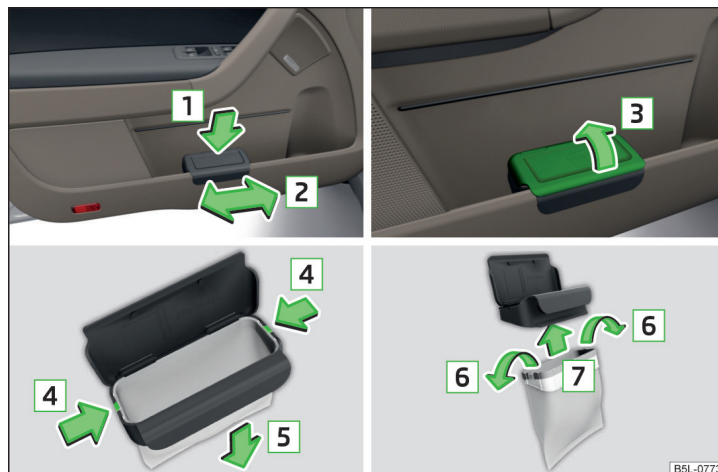

Fig. 84 Poubelle : insérer et déplacer / ouvrir / remplacer le sachet
- Enfoncer la poubelle dans la partie arrière dans le sens de la flèche **1** » fig. 84.
- Retirer la poubelle dans le sens contraire à la flèche **1** » fig. 84.
- Ouvrir la poubelle dans le sens de la flèche **3** » fig. 84.
- Tirer les deux ergots de retenue du cadre intérieur dans le sens de la flèche **[4]** » fig. 84 de la structure de la poubelle.